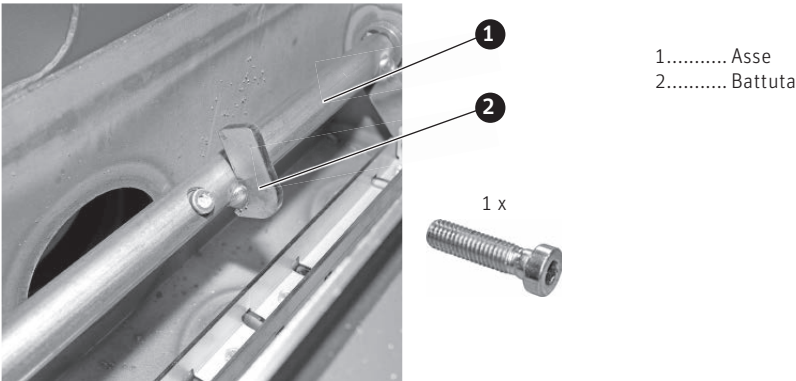

Fig. 55 Avvitare saldamente gli alberi nell'asse
- Avvitare saldamente i due alberi nell'asse (la battuta deve essere rivolta verso l'alto) (vite a testa cilindrica con esagono incassato M8x30). Non avvitare l'asse all'albero – Fig. 55.